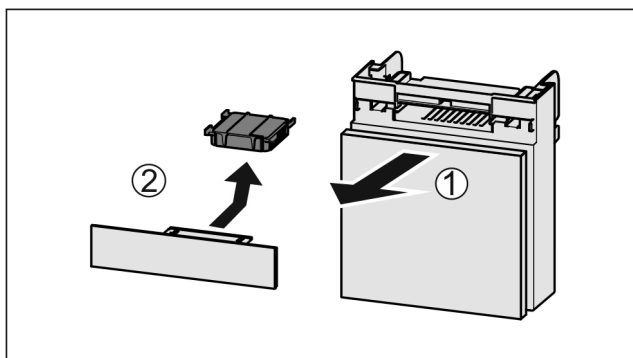

Fig. 128
- ▶ 向前拉出 Fig. 128 (1) 抽屉。
- ▶ 取出 Fig. 128 (2) 活性炭过滤器。